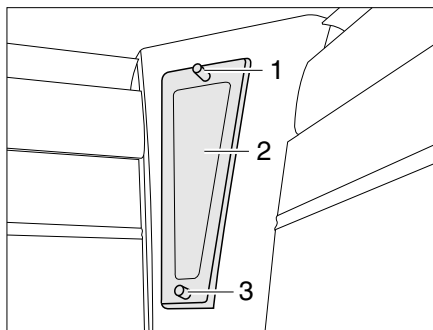

Bild 177 Indirekte Beleuchtung
- Befestigungsschrauben (Bild 177,1) der Blende (Bild 177,2) herausdrehen.